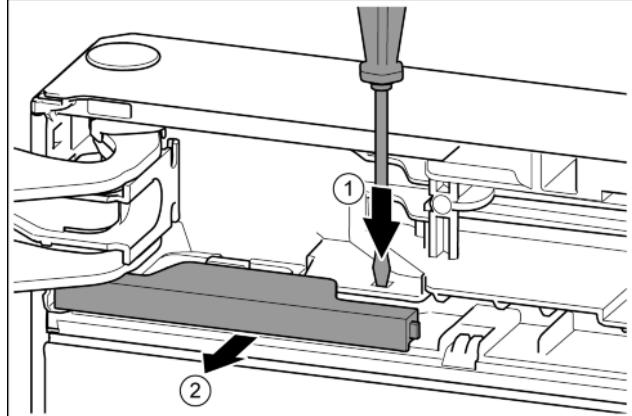

Fig. 11
- За допомогою шліцевої викрутки притисніть накладку. Fig. 11 (1)
► Витягніть кришку з фіксатора. Fig. 11 (2)